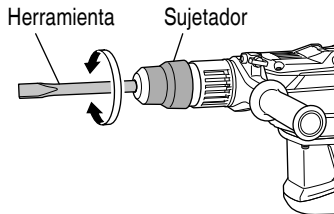

Fig. 15
- (b) Gire el sujetador o la herramienta selectora como se muestra en la Fig. 15 y fije la herramienta en la dirección de trabajo deseada.